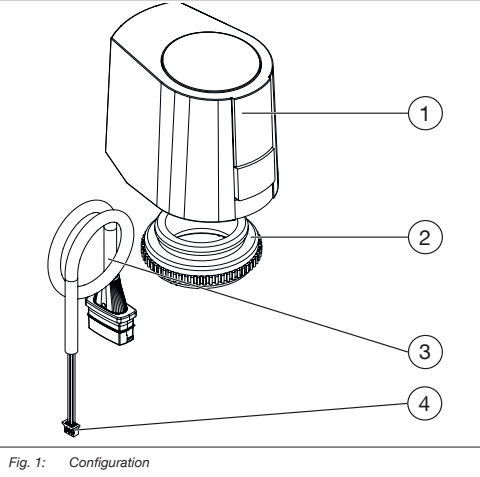
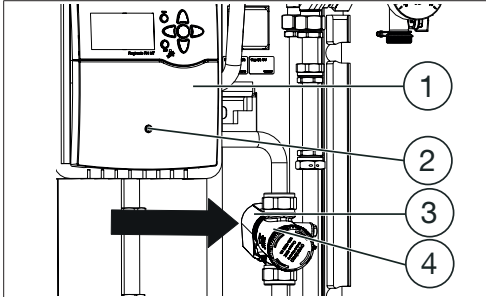
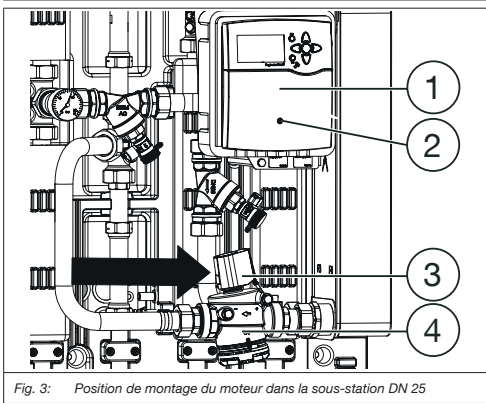
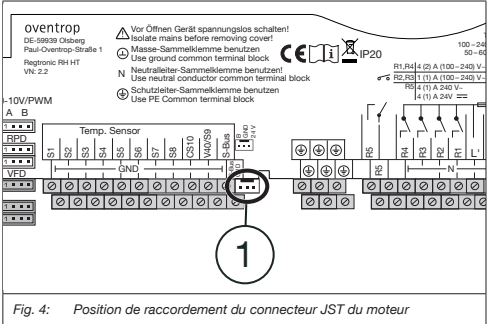

Fig. 1: Configuration
Fig. 2: Position de montage du moteur dans la sous-station DN 20
Fig. 3: Position de montage du moteur dans la sous-station DN 25
Fig. 4: Position de raccordement du connecteur JST du moteur
2. Libérer la vis (voir Fig. 2 ou Fig. 3 (2)) sur la face frontale du régulateur électronique Regtronic RH HT pour démonter le couvercle (voir Fig. 2 ou Fig. 3 (1)) du régulateur.
3. Débrancher le connecteur JST (voir Fig. 1 (4)) du câble de raccordement (voir Fig. 1 (3)) du régulateur électronique Regtronic RH HT (voir Fig. 4 (1)).
(1)	Position de raccordement du connecteur JST du moteur dans le régulateur électronique Regtronic RH HT
4. Retirer le moteur (voir Fig. 2 ou Fig. 3 (3)) de l'adaptateur pour robinet (voir Fig. 1 (2)) sur le robinet de réglage et de régulation combinés Cocon QTZ (voir Fig. 2 ou Fig. 3 (4)).